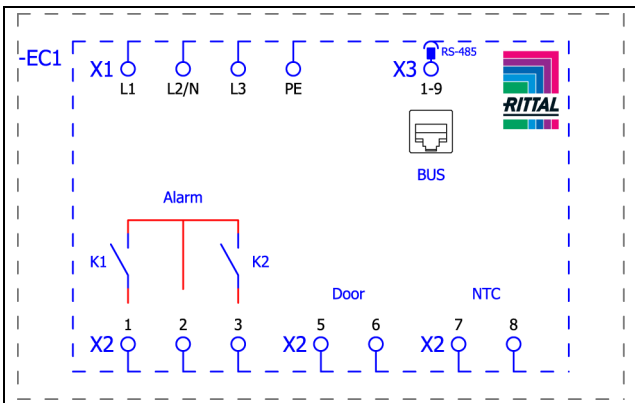
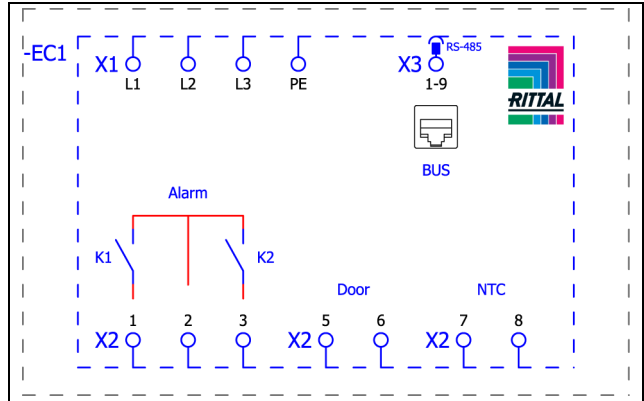

Abb. 17: Schaltplan SK 3186x3x, SK 3187x3x und SK 3185x3x
Abb. 18: Schaltplan SK 3188x4x und SK 3189x4x
- Entnehmen Sie aus dem Versandbeutel den Netzstecker und stellen Sie gemäß der zugehörigen Anschlusskennzeichnung die Netzversorgung her (Abb. 17 bzw. Abb. 18).